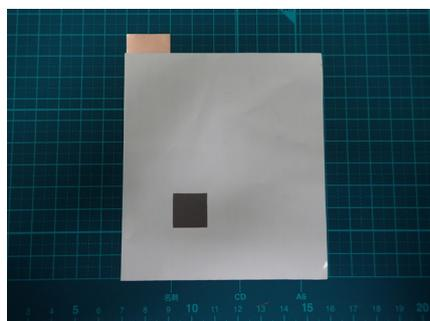
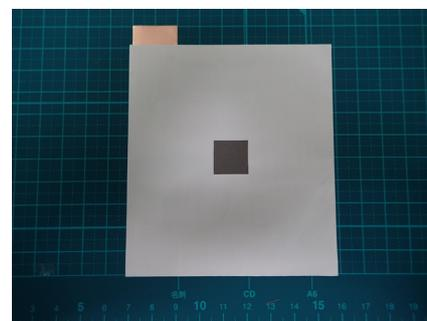

図3 セパレータの端部に欠陥(欠損)を作製した例
図4 セパレータの中央部に欠陥(欠損)を作製した例
- 図3、図4は、セパレータの端部および中央部に欠陥(欠損)を試作した例です。このようなセパレータを用いて、セル組み・注液・初充電し、安全性試験に適用できます。